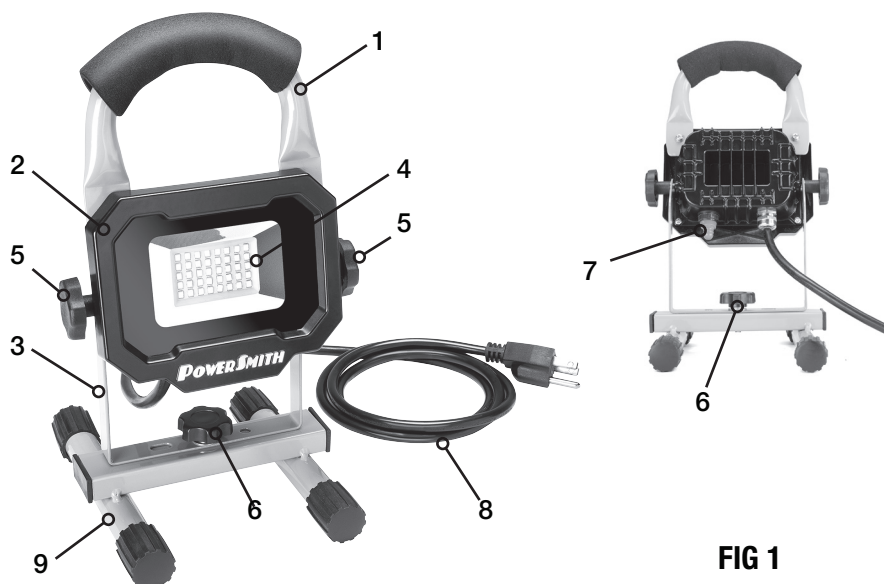

FIG 1
FIXATION DE TÊTE DE LA LAMPE DE TRAVAIL AU PIED (FIG 1)
1. Placer le pied (9) sur une surface plane.
2. Placer le support en U (3) de la tête de lampe de travail contre le pied (9), comme illustré à la figure 1.
3. Se servir de bouton de verrouillage (6), de rondelle plate et à ressort pour fixer la tête de la lampe de travail sur le pied.